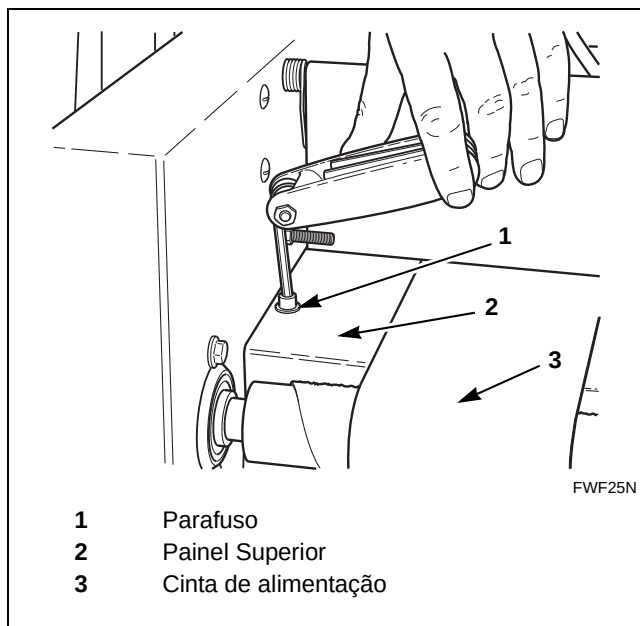

Figura 30
5. Retire o parafuso do lado esquerdo do painel superior (por trás do rolete de alimentação). Consulte a *Figura 30*.